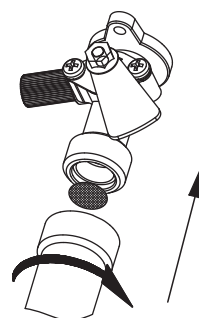

图8c
- 将冲洗干净的过滤网重新装回到进水嘴内，重新安接好进水管。（图8c）